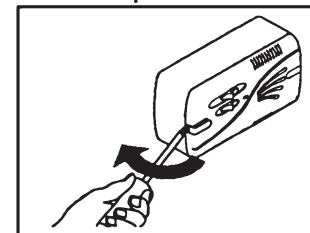

Fig. 2a : Retrait des couvercles de vis
- 1 Détacher le devant et le châssis de montage en retirant les couvre-vis et deux vis (Voir la Fig. 2a & b).